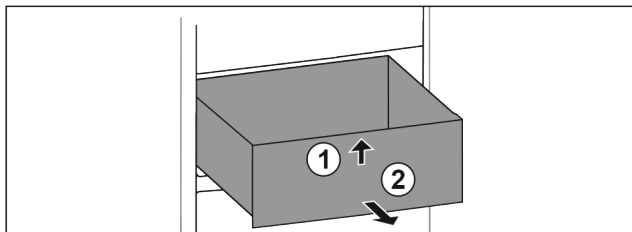

Fig. 38
- Lyft upp utdragslåda framtill. Fig. 38 (1)
- Ta ut utdragslåda genom att dra den framåt. Fig. 38 (2)